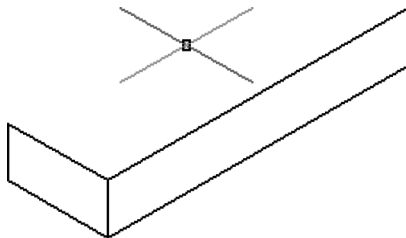

图 8-120 切换到顶面状态
5) 在顶面 (“俯视”) 绘制图形。按〈F5〉键直到将平面状态切换到顶面 (等轴测平面-俯视), 此时光标显示如图 8-120 所示。